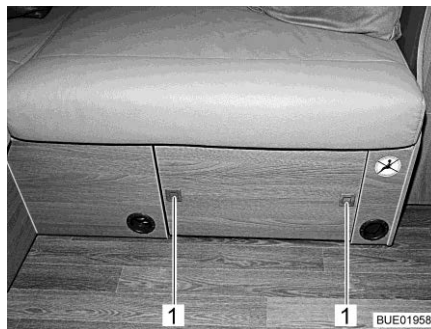

Bild 131 Soffbord, förvarat
- Tryck på tryckknapparna (Bild 131,1) på sittlådans skydd. Tryckknapparna hoppar ut.
- Tryck in tryckknapparna (Bild 131,1) tills de snäpper fast.